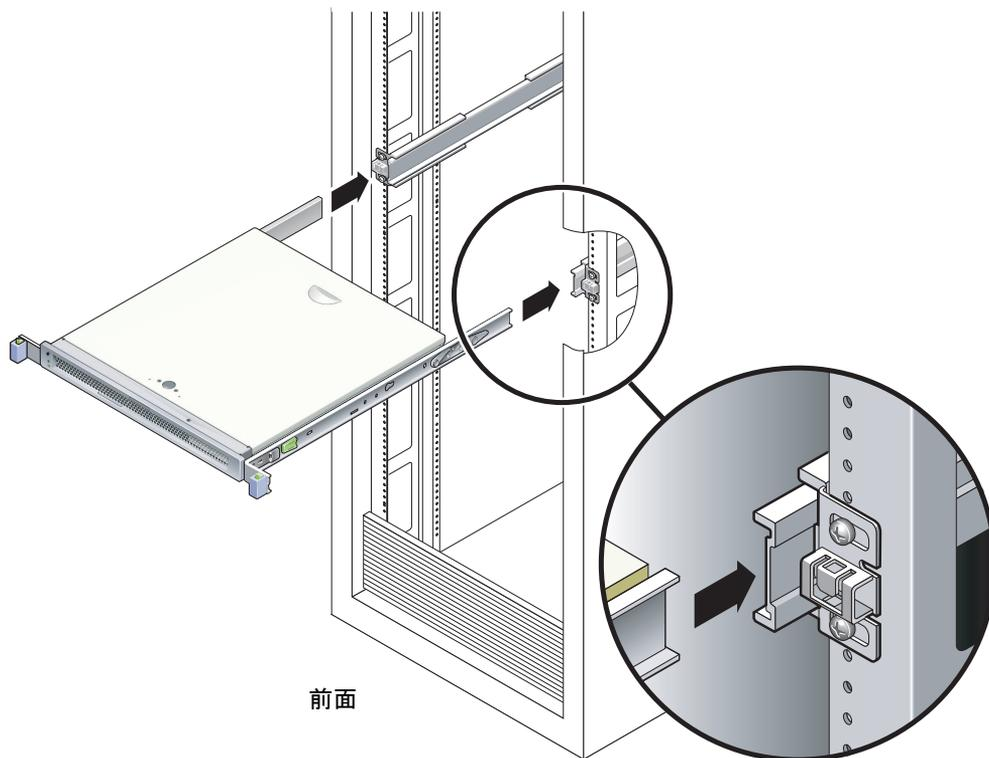

図 2-8 スライドレールへのシャーシの取り付け
2. サーバを持ち上げて、固定部品の両端を左右のスライドレールに挿入します (図 2-8)。